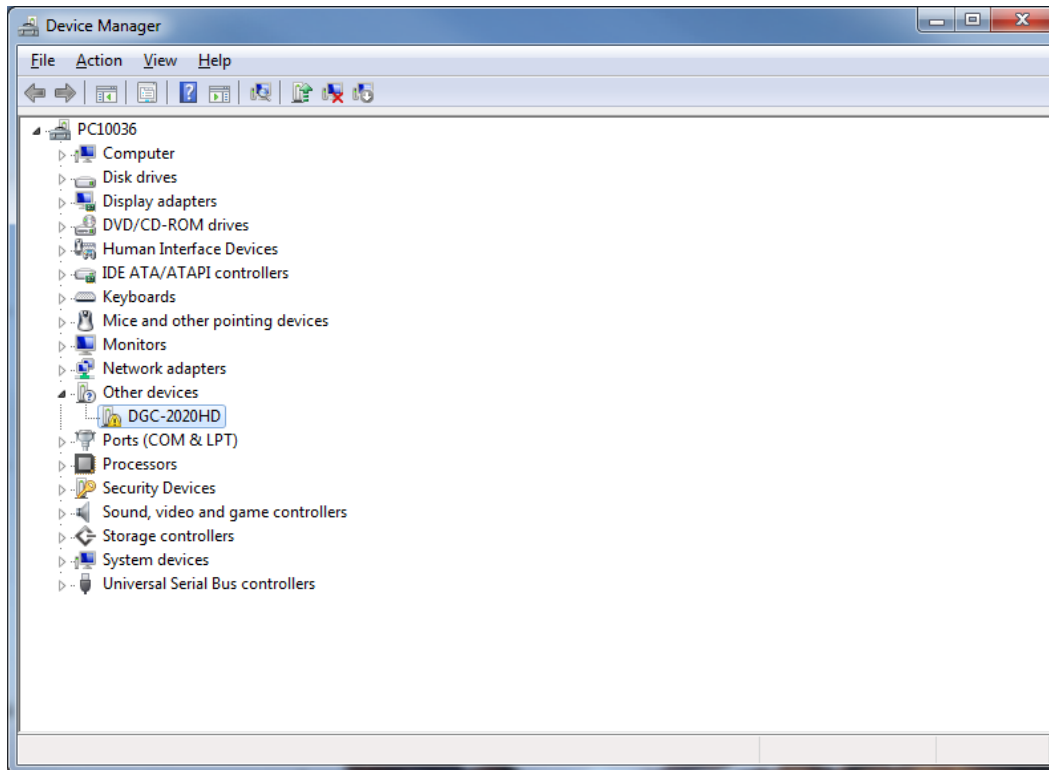

Abbildung 24-2. Gerätemanager
Schritt 2. Öffnen Sie den Windows® Gerätemanager wie in Abbildung 24-2 dargestellt. Klicken Sie unter Andere Geräte mit rechts auf DGC-2020HD (bzw. Unbekanntes Gerät) und wählen Sie Eigenschaften.